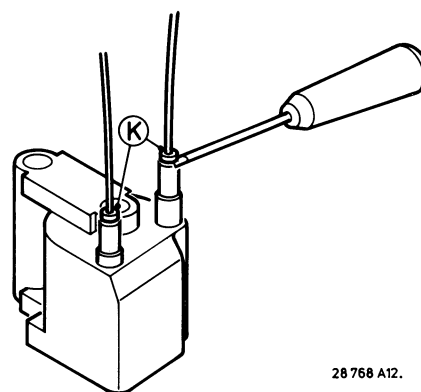

Fig. 7
2. Das Hochspannungs- und Fokussierspannungskabel am Zeilenausgangstransformator lässt sich trennen, nachdem mit einem Schraubenzieher oder Seitenschneider die Klemmbuchsen K angehoben worden sind (siehe Bild 7).